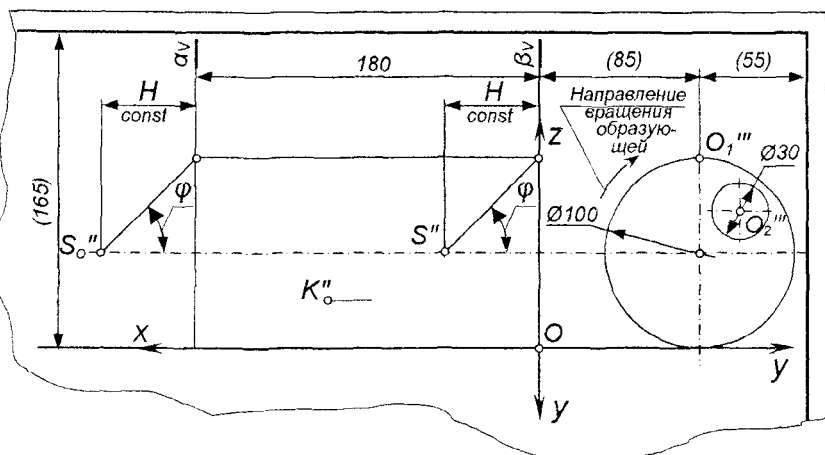

Рис. 15.10. Графическая часть условия к графической работе №10 «Косой геликоид»
1. По приведенному рис. 15.10 с установочными размерами, заданными в табл. 15.1 координатами точек $S(S'')$, $K(K'')$ и $O_2(O_2'')$ построить фронтальную и профильную проекции косого геликоида со срезами профильными плоскостями α_V и β_V по длине 180 мм.